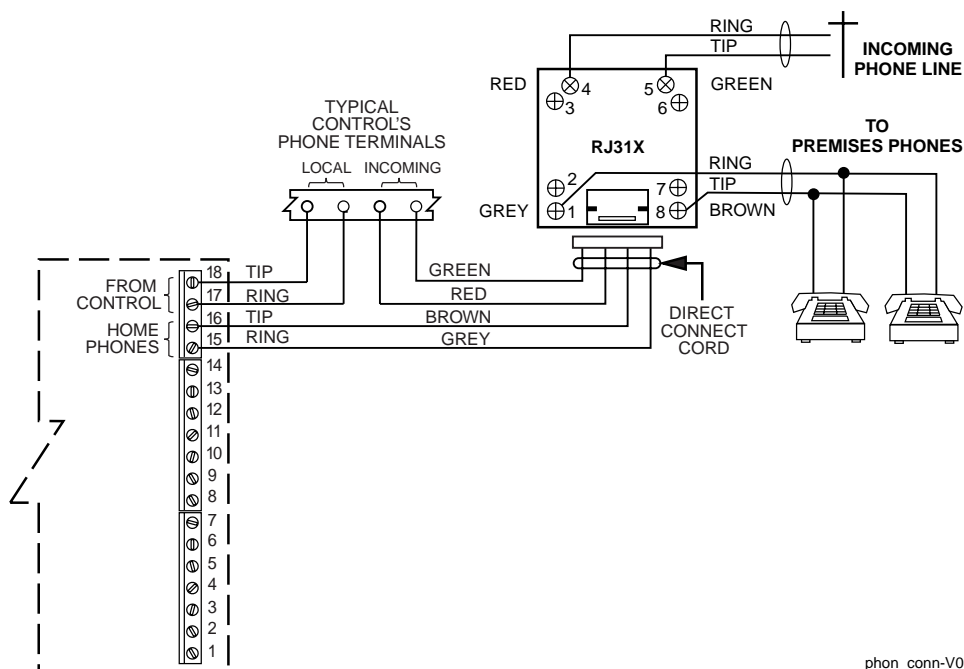

图 3-37: TeleSmart 电话连接
- 如果您也使用了一个 4285/4286 VIP 模块，请按下面图 3-37 所示，进行正确的连线。